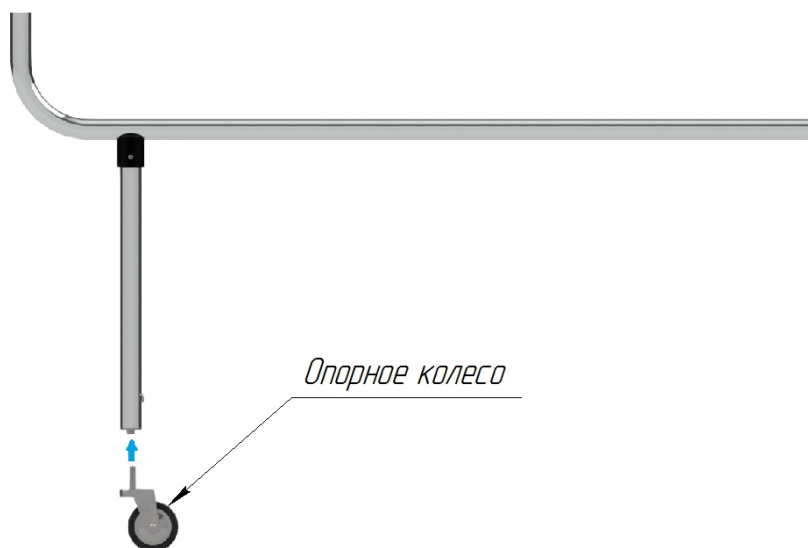

Рисунок 7.2.2 Установка опорного колеса
- 2 Закрутите резьбовую ось опорного колеса в основание опорной планки створки (рисунок 7.2.2);